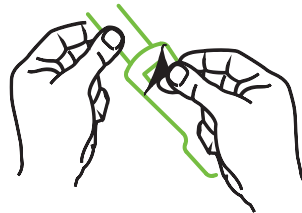

Abbildung 12-10 Entfernen der Schutzfolie vom Sensor
- 2 Entfernen Sie die Schutzfolie vom Sensor (Abbildung 12-10).